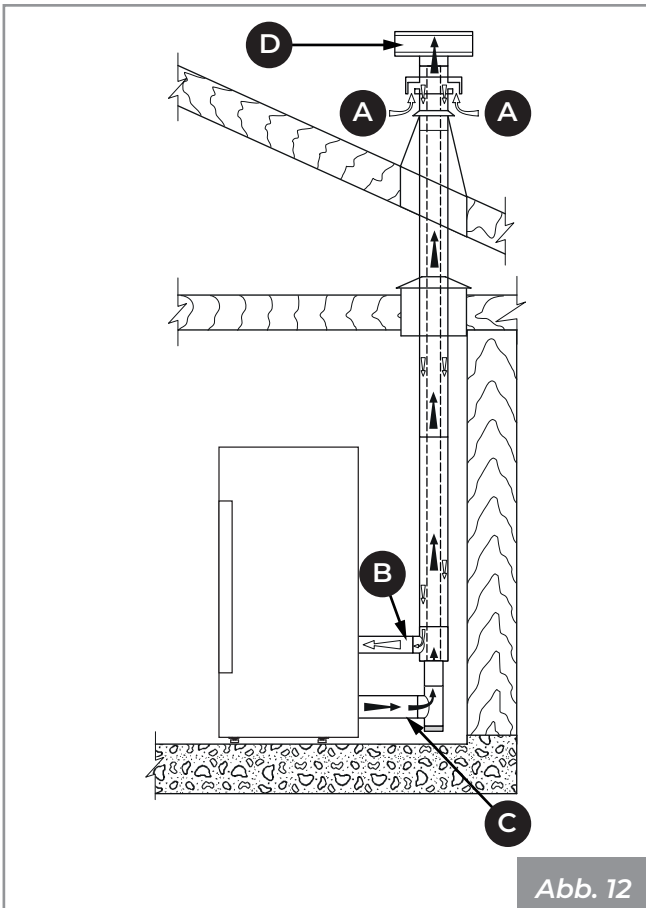
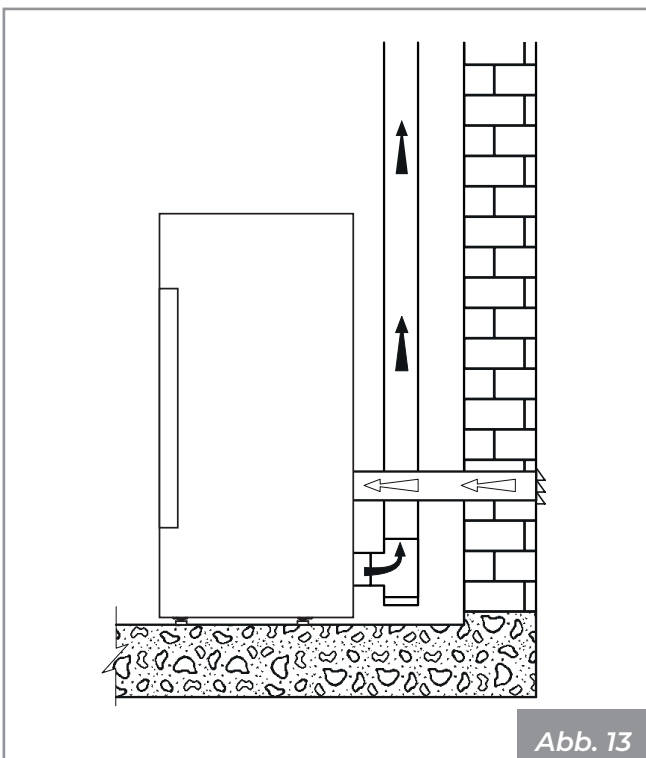

Abb. 12
Abb. 13
- direkt von außen mit direktem Anschluss an die Brennkammer kommend (**Abb. 12 - Abb. 13**).
- die Verbrennungsluft mit Hilfe eines koaxialen Abgasrohrs für die Abführung der Abgase und den Lufteinlass zu leiten (**Abb. 12 - A, B** = Lufteinlass, **C, D** = Rauchgasauslass); daher ist es nicht notwendig, einen klassischen Lufteinlass in den Raum vorzunehmen.
- den Verbrennungslufteinlass des Geräts mit einem geeigneten Kanal an den Lufteinlass anschließen (**Abb. 13**).